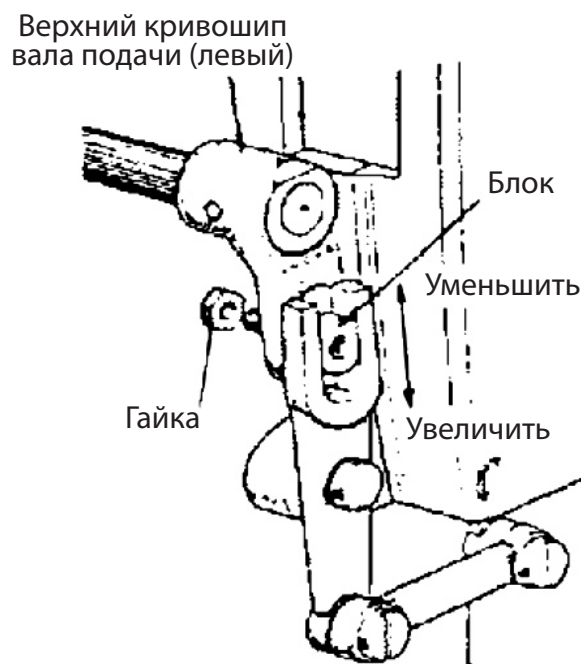

Рис.17
17. СИНХРОНИЗАЦИЯ ВЕРХНЕЙ И НИЖНЕЙ ПОДАЧИ (РИС. 17)